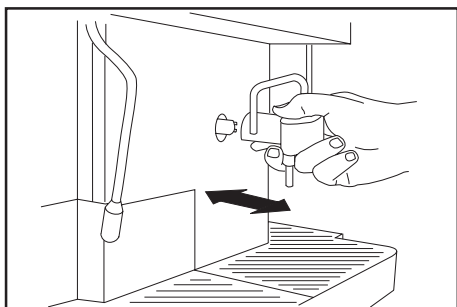

Fig. 12
- **Boquilla distribuidora:** Sacar la boquilla tirando suavemente hacia afuera (fig. 12), desmontarla, lavarla con agua tibia y volver a colocarla en su lugar.